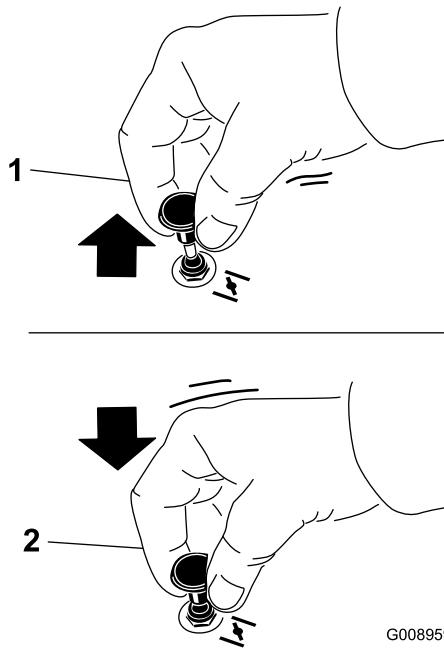

Figura 12
1. Tirate verso l'alto la manopola dello starter per aviarlo prima di utilizzare l'interruttore a chiave (Figura 12).
2. Spingete giù la manopola dello starter per disinnestarlo una volta acceso il motore (Figura 12).